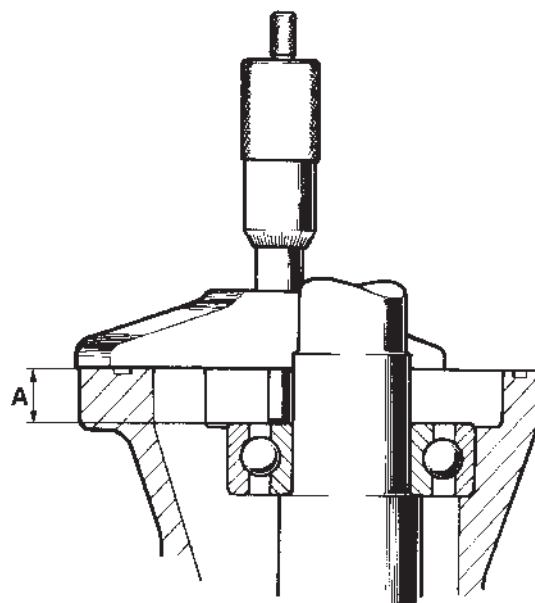

Fig. 26
1. Mät upp avståndet från kullagrets innerring till växelhushets yta, mått "A" fig. 26.